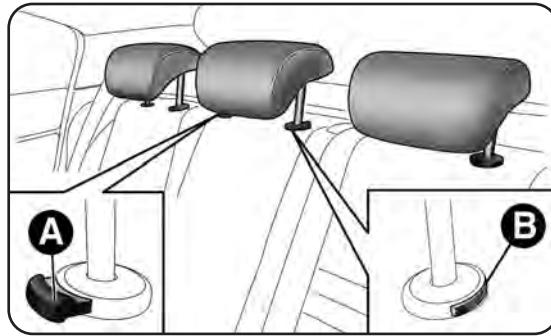

fig. 27
- pulse los botones A y B-fig. 27 y después quite los reposacabezas sacándolos hacia arriba.